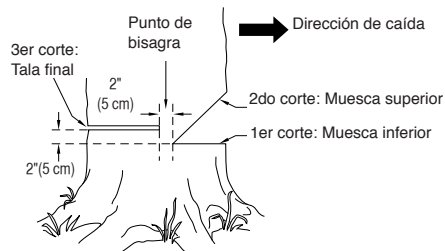

Figura 10 - Tala de un árbol
- Haga el corte inferior de la muesca tan cerca del suelo como sea posible. Sujete la sierra de modo que la barra de guía se encuentre en posición horizontal. Corte a través del tronco del árbol hasta atravesar 1/3 de su diámetro (vea la Figura 10). **Nota:** Haga siempre este corte inferior horizontal en primer lugar. Si lo hace en segundo lugar, el árbol puede presionar la cadena o la barra de guía.
**Por ejemplo:** Si el corte inferior tiene una profundidad de 20 cm, comience el corte superior 20 cm por encima de aquél. Corte en dirección hacia abajo y a un ángulo de 45°. El corte superior de la muesca debe llegar y unirse al punto final del corte inferior (vea la Figura 10).
- Haga el corte de tala final 5 cm por encima del corte inferior de la muesca y sobre el lado opuesto del árbol (vea la Figura 10). Mantenga el corte de tala final paralelo al corte inferior de la muesca.
**ADVERTENCIA:** No atraviese el árbol completamente. Deje alrededor de cinco centímetros de diámetro sin cortar, directamente detrás de la muesca (vea la Figura 10). Esta porción sin cortar funciona a manera de bisagra. La bisagra ayuda a evitar que el árbol se tuerza y caiga en la dirección equivocada.